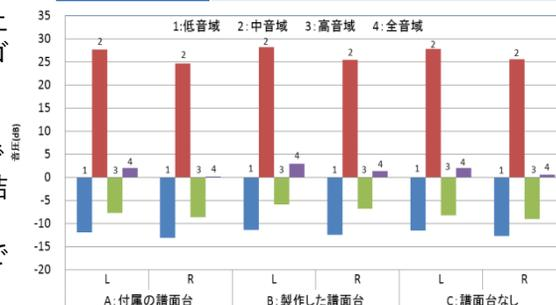

図2 各音域での1/3解析結果
- 1/3オクターブ解析を行った結果、L（左）とR（右）での全音域の最大値は、譜面台なしの場合とほぼ同等の結果となった（表1、図2）。